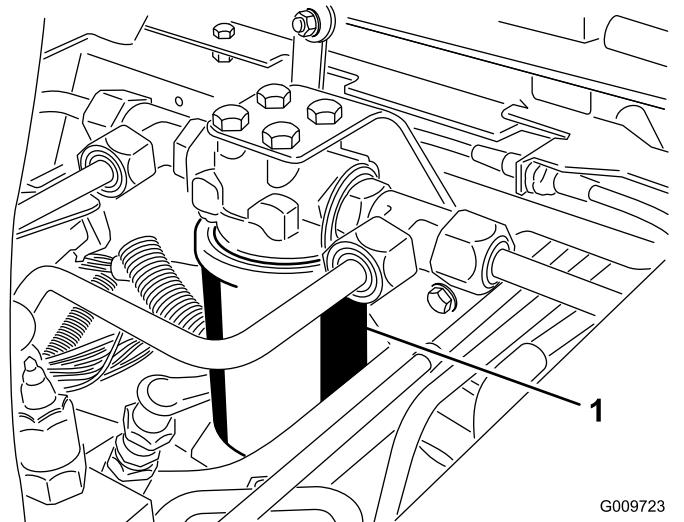
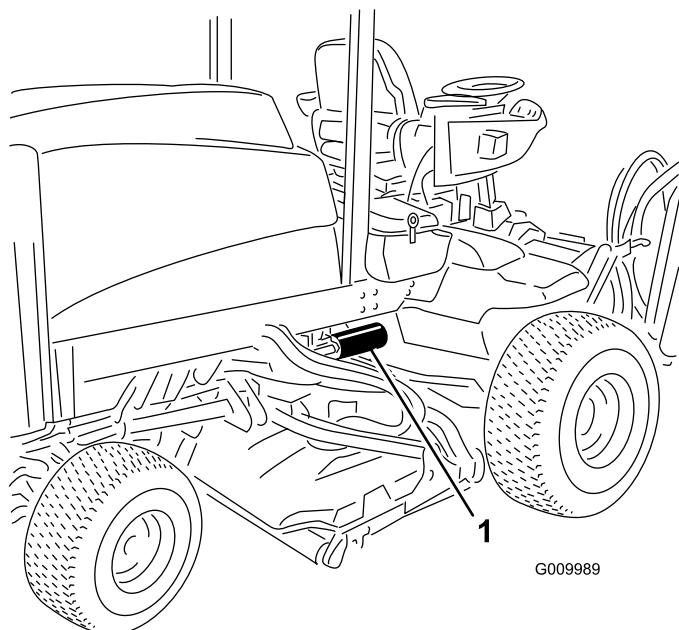

Bild 60
Bild 61
3. Stellen Sie eine Auffangwanne unter den Filter (Bild 60 und Bild 61) und entfernen diesen.